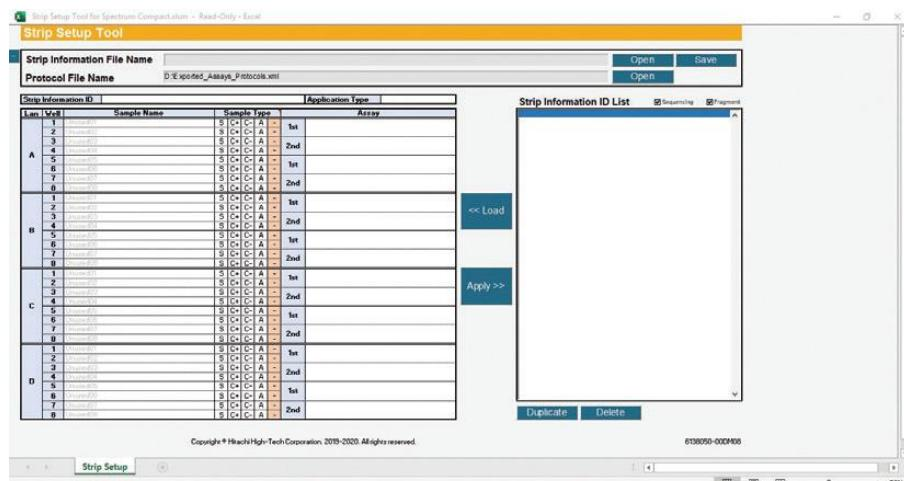

図 209 選択した Protocol File 名の付いた Strip Setup Tool for Spectrum Compact 画面
2. このウィンドウを閉じる場合は、**OK** を選択してください。 protocol .xml のファイル名が Strip Setup Tool for Spectrum Compact の上部に表示されます。（図 209）